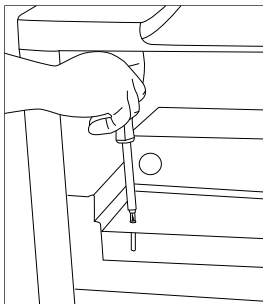

Рис.4
1. Снимите защиту от щепок открутив винты. (Рис.4)